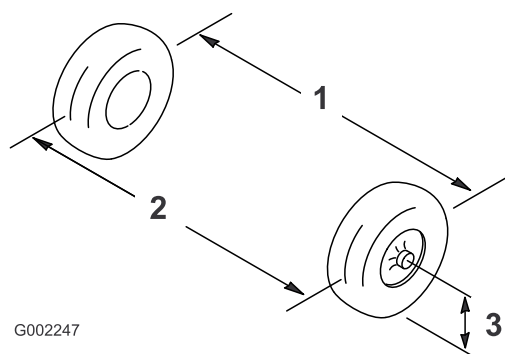

Figure 84
- Mesurez la distance entre les roues avant à hauteur d'essieu, à l'avant et à l'arrière des roues (Figure 84).